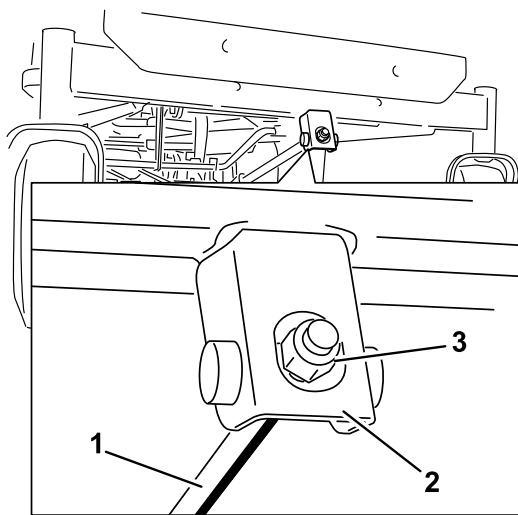

Bild 64
6. Drehen Sie für das Einstellen der Schnittmesserneigung in Längsrichtung die Einstellmutter vorne am Mähwerk (Bild 64).